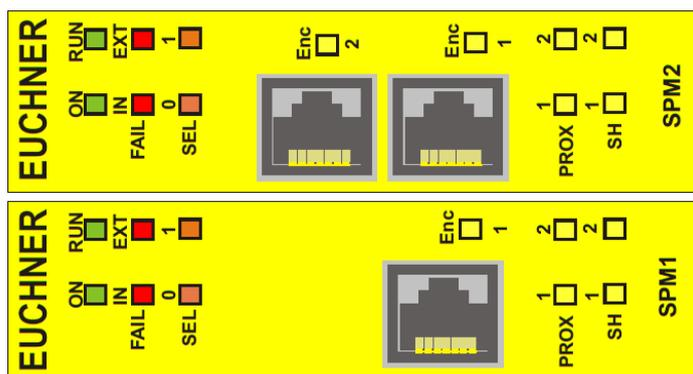

Figure 40:
8.4.13. Modules SPM0, SPM1, SPM2 (Figure 40)